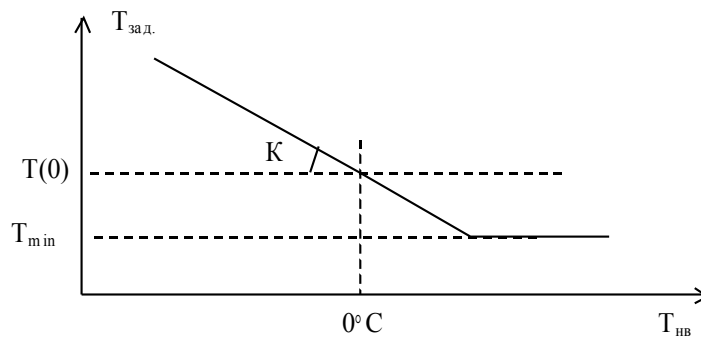

Рис. 2
Вид отопительного графика показан на Рис. 2.
Общий вид отопительного графика показан на Рис. 2.
- **Тобр(0)** - температура обратной воды при $T_{нв}=0^{\circ}\text{C}$ (см. Рис. 2);
- **Накл.Тзпр** – наклон графика ($\Delta T_{зпр}/\Delta T_{нв}$), см Рис. 2;